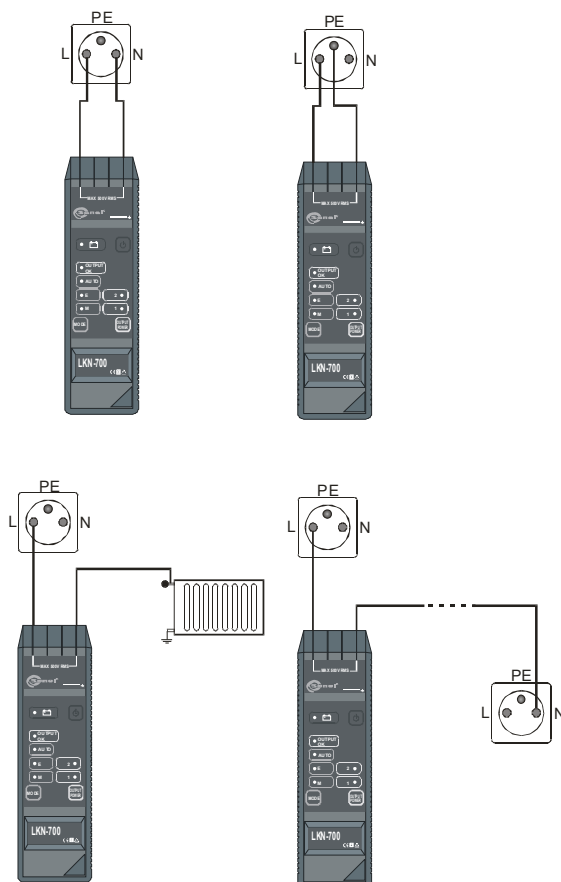

Рис.7 Поиск проводов – способы подключения генератора
Чтобы избежать эффекта компенсации поля при токе, текущем по двум жилам провода в противоположных направлениях, следует использовать заземление (РЕ-проводник или нейтральный), находящееся в удаленной розетке или подсоединиться к заземленной металлической трубе горячего водоснабжения или водопровода (Рис.7).
- Подключить второй разъем с фазным проводником к розетке, выключателю и т.п. (рис.7);